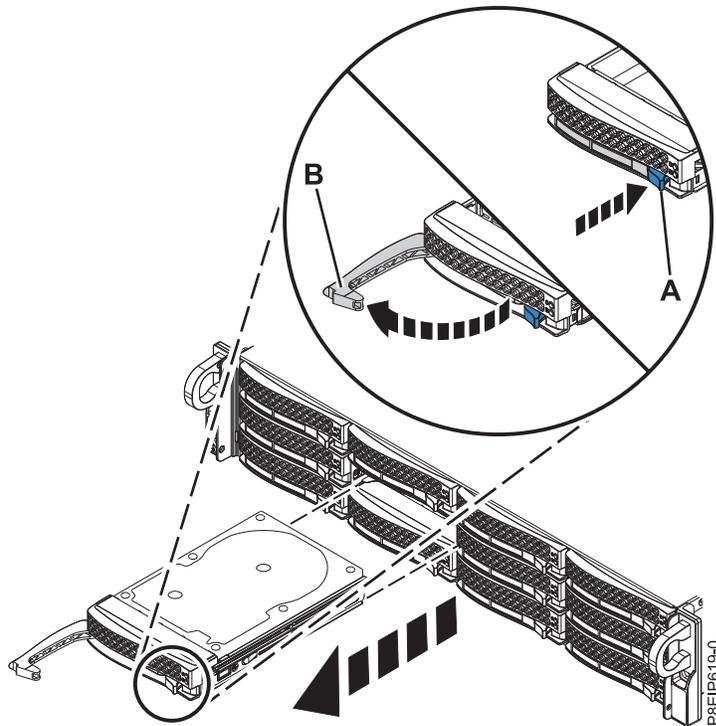

Abbildung 1. Laufwerk ausbauen
3. Entriegeln Sie den Griff an der Laufwerkposition **(B)**, indem Sie auf die Griffentriegelung **(A)** drücken (siehe Abb. 1 auf Seite 5). Der Griff **(B)** schnappt in Ihre Richtung auf. Wenn der Griff nicht vollständig aufsnappt, kann das Laufwerk nicht aus dem System gezogen werden. Wenn das Laufwerk nicht der Seriennummer entspricht, die Sie im vorherigen Schritt notiert haben, installieren Sie das Laufwerk erneut an der Position, aus der Sie es ausgebaut haben, und prüfen Sie die anderen Laufwerkpositionen.